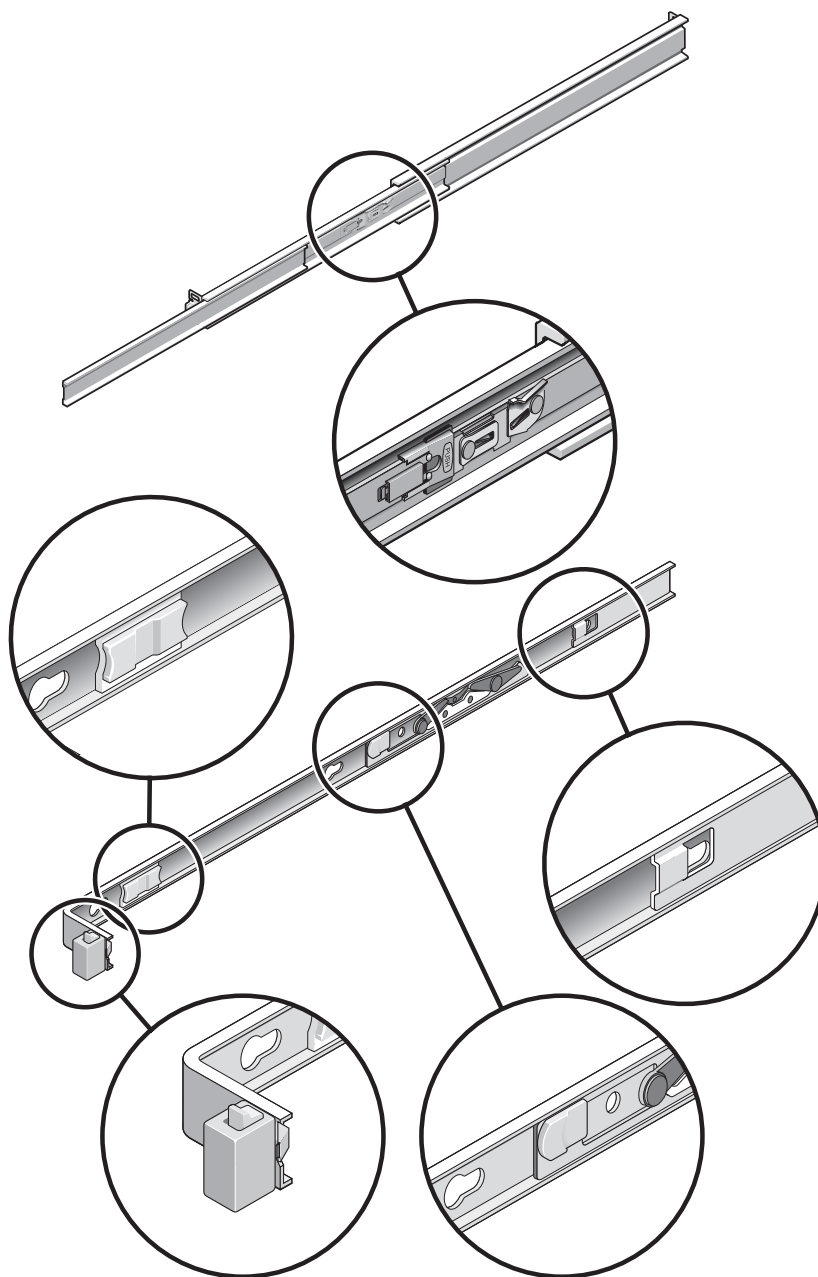

FIGURA 1-5 Posizione dei blocchi nel gruppo di scorrimento
- Si noti che sono presenti in tutto cinque blocchi (FIGURA 1-5) in un gruppo di scorrimento. Quattro si trovano sulla staffa di montaggio. Un quinto è nella sezione anteriore della guida. L'utilizzo di questi blocchi è descritto nelle procedure di installazione nel Capitolo 2.